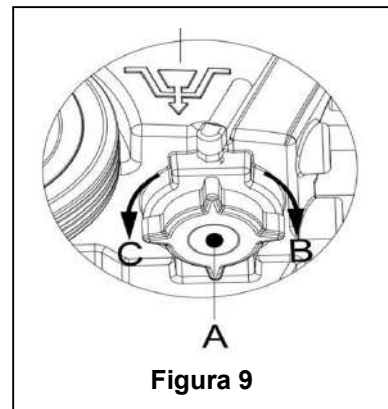

Figura 9
7. Como se indica en la **Figura 9**, gire la tapa del Depósito de disolución (A) en sentido anti-horario para abrirlo en dirección C y vacíe completamente el Depósito de disolución. Use agua fresca para enjuagar el interior del Depósito de disolución. Al terminar el trabajo, asegure la tapa del Depósito de disolución (A) en sentido horario en dirección B.